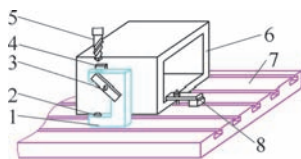

图1 钻削拐臂同轴孔装夹方式
该方法采用图1所示钻削拐臂同轴孔的装夹方式进行加工。
- ①将拐臂的同轴孔按照一般的划线、钻削方式，先钻削其一端的孔，钻削图1所示拐臂下端的孔。
- ②在钻床底座上钻削一个直径等于已钻削拐臂孔径的孔（也可不等于该孔径，但定心轴的尺寸必须随之加工），深度尽量大些。
- ③将事先车削好的定心轴插入钻